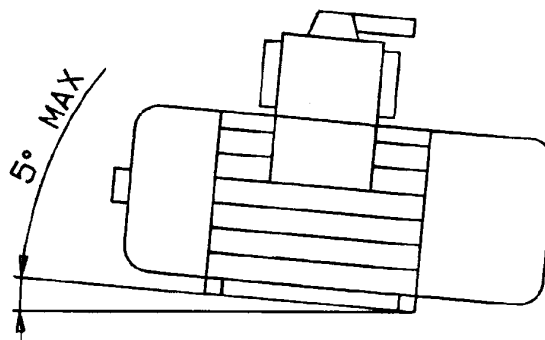

Fig.4
**Allineamento della pompa per vuoto, (fig. 4).**